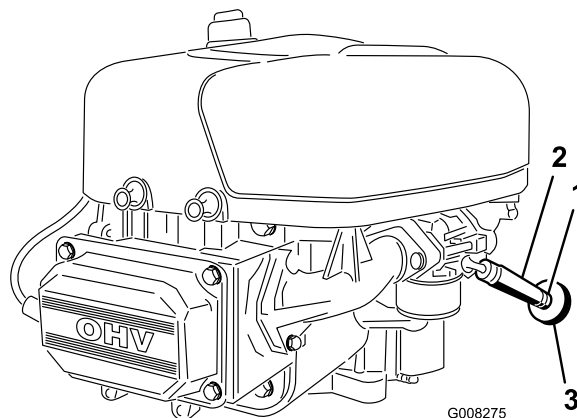

Figura 28
7. Allentate la fascetta stringitubo e spostatela in alto sul tubo del carburante, lontano dalla valvola di intercettazione del carburante (Figura 28).
8. Togliete i tubi del carburante dal filtro del carburante (Figura 28).
11. Infilate la fascetta vicino al filtro del carburante, per fissare il tubo del carburante (Figura 28).
Il momento più opportuno per sostituire il filtro del carburante (Figura 28) è quando il serbatoio del carburante è vuoto. Non rimontate mai il filtro carburante sporco dopo averlo tolto dal tubo di alimentazione del carburante.